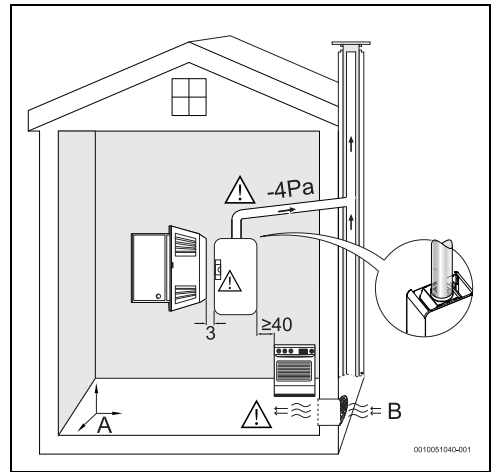

Fig. 11 Requisiti minimi
- ▶ Rispettare le distanze minime indicate in fig. 11.
- ▶ Garantire la buona accessibilità per i lavori di manutenzione, rispettando le requisiti minimi indicate nella fig. 11.